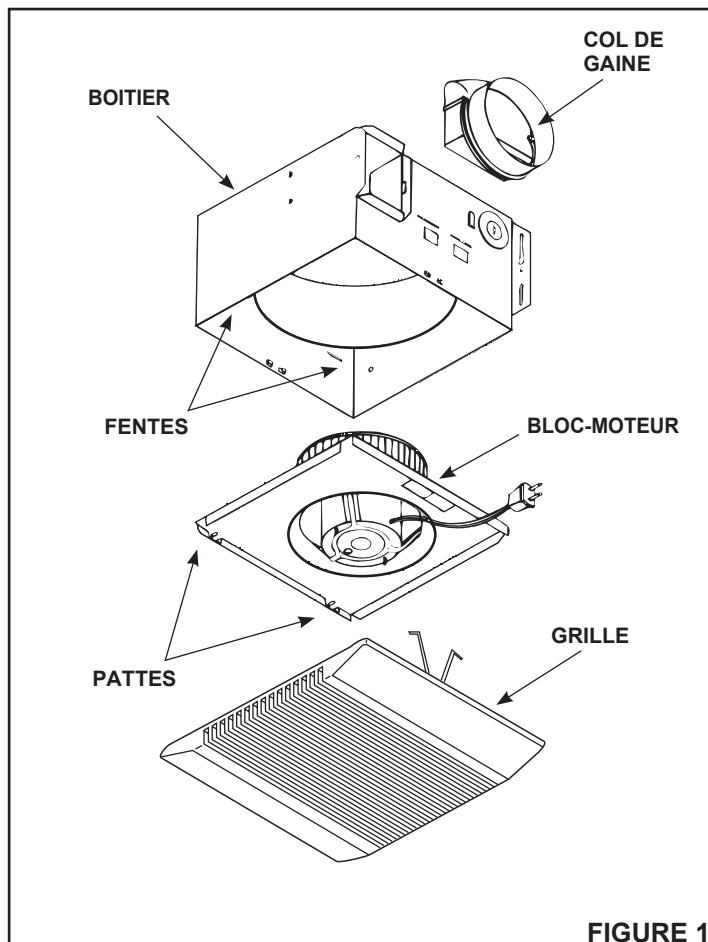

FIGURE 1
1. Voir Figure 1. Enlever le bloc-moteur du boîtier.